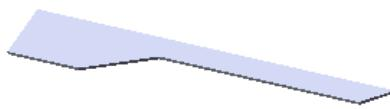
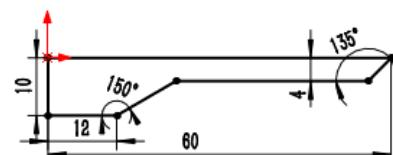

图 13.4.20 基体—法兰 1
图 13.4.21 横断面草图
Step2. 创建图 13.4.20 所示的钣金基础特征——基体—法兰 1。
(1) 选择命令。选择下拉菜单 **插入(I)** → **钣金(H)** → **基体法兰(A)...** 命令(或单击“钣金”工具栏上的“基体法兰/薄片”按钮 )。
(2) 定义特征的横断面草图。选取前视基准面作为草图基准面，绘制图 13.4.21 所示的横断面草图。
(3) 定义钣金参数属性。在 **钣金参数(S)** 区域的文本框  T₁ 中输入厚度 0.5。其他采用系统默认设置值。